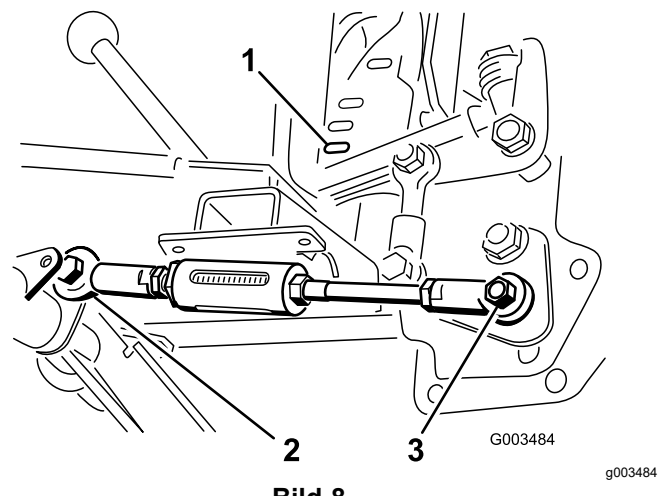

Bild 8
- Bewegen Sie den Hubhebel, bis das Loch im Kugelgelenk mit dem Loch an der rechten Seite des verstellbaren Stangenhebels am Schwenkrohr ausgefluchtet ist, und befestigen Sie die Stange mit einer Schraube ($\frac{1}{2}$ " x $1\frac{1}{2}$ ") und einer Sicherungsmutter ($\frac{1}{2}$ ") am Hebel, wie in Bild 8 dargestellt.